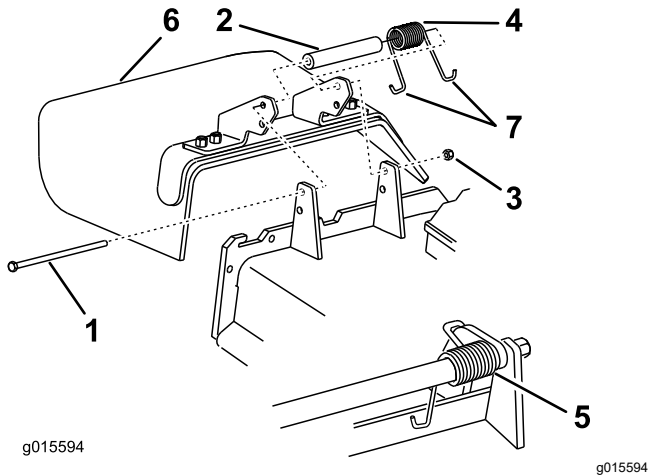

Figura 43
1. Coloque un extremo del muelle detrás del reborde de la plataforma y el otro extremo en el deflector de hierba (Figura 43).
2. Utilice el perno y la tuerca para sujetar el deflector a la carcasa de corte (Figura 43).
3. Coloque el extremo en J del muelle alrededor del deflector de hierba (Figura 43).